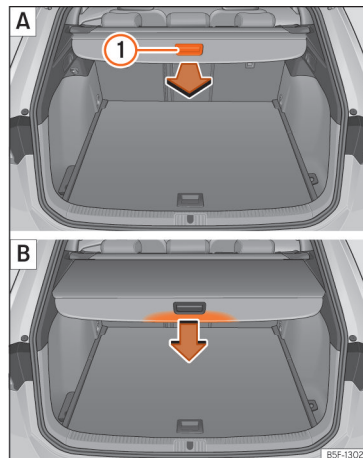

Рис. 184 Багажний відсік: розгортання й згортання шторки.
- Потягніть шторку рівномірно за рукоятку >>> **рис. 184** ① назад, витягніть шторку до упору, доки вона не зафіксується з характерним звуком.
- Розблокуйте шторку, натиснувши на рукоятку (стрілка) >>> **рис. 184** B.